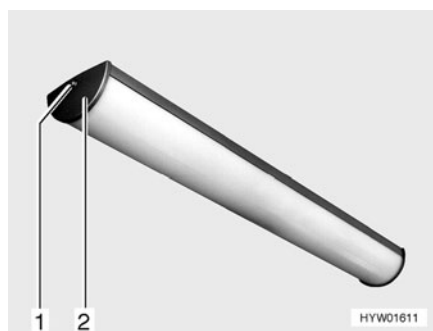

Fig. 252 Eclairage de la cellule
- Dévisser la vis (Fig. 252,1) et retirer le couvercle (Fig. 252,2).